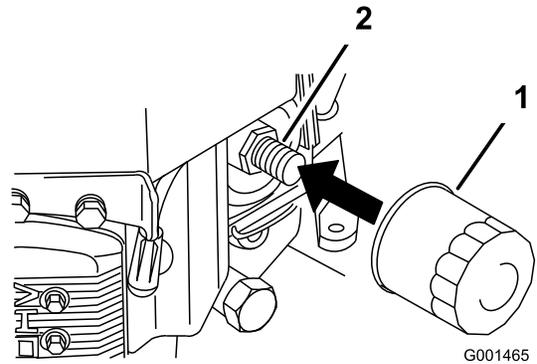

Figure 32
2. Retirez le filtre usagé (Figure 32).
3. Appliquez une fine couche d'huile neuve sur le joint en caoutchouc du filtre de rechange (Figure 32).
4. Posez le filtre à huile de rechange sur l'adaptateur, tournez le filtre dans le sens horaire jusqu'à ce que le joint en caoutchouc touche l'adaptateur, puis serrez le filtre de 3/4 de tour supplémentaire (Figure 32).